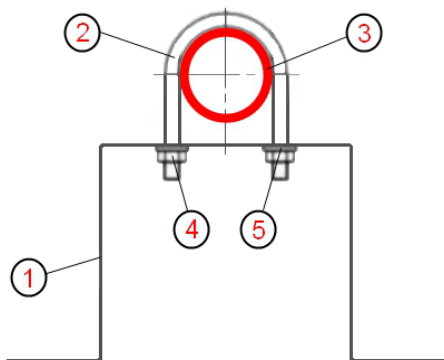

Рис.4
Подставка (1) крепится к основанию радиатора (3) (нижний коллектор) на скобу (2), которая фиксируется шайбой (5) и гайкой (4) (рис.4).